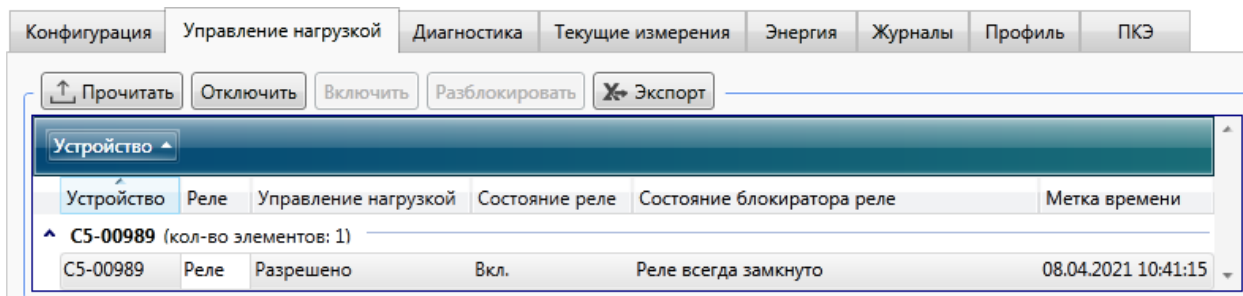

Рисунок 9.60 – Реле заблокировано в замкнутом состоянии
- реле всегда замкнуто, в случае если реле было замкнуто (рисунок 9.60).